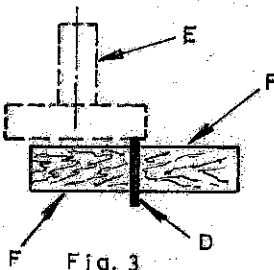

Fig. 3
Fig. 3 visar klingledare med sidostyrningar (F) av trä, bakelit e.d. Bakre klingledarrullen (E) styr mot klingans rygg. Sidostyrningarna (F) måste styra tätt mot klingans (D) sidor. Slipa då och då av sidostyrningarnas styrytor så att de är släta och i exakt vinkel.